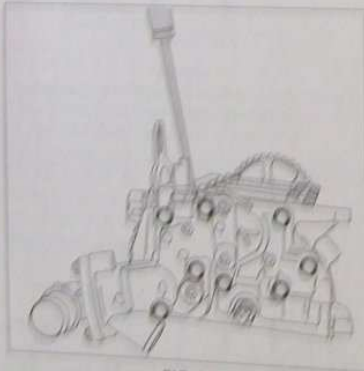

FIG 39
- pour décoller le boîtier thermostatique, faire levier avec un tournevis en prenant appui sur le bossage de la sonde de température (Fig 39).